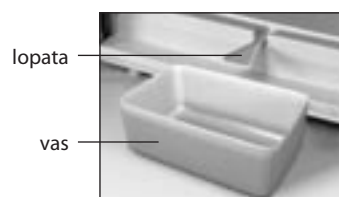

Figura 5 — Colectarea apei topite din SC
- scoateți apa provenită din topirea, stabilind, în conformitate cu figura 5 lopată și un recipient de cel puțin 2 litri;